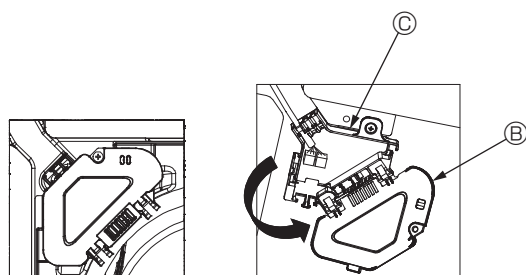

Fig. 7-5
- ③ Retire el tornillo que sujeta la cubierta de la caja de conexión, y luego abra la cubierta. (Fig. 7-5)
- ④ Coloque el conector del cable de enlace en la caja de conexión.
- ⑤ Instale la cubierta de alambre y la cubierta de la caja de conexión.